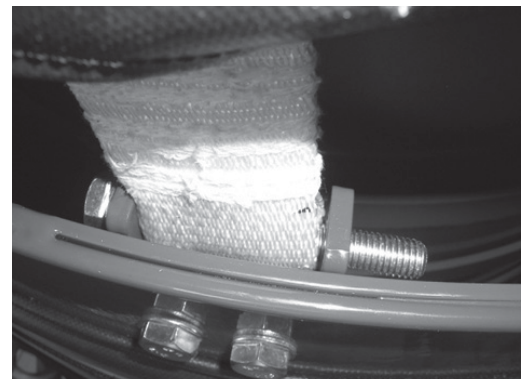

Fig. 10
7) Now insert the M12x90 bolt (pos.6, pag.5) completely into the hole and the slot of the strap so that it comes out through the opposite hole of the tie-rod. (Fig. 10).
7) Den Schraubbolzen M12x90 (Pos. 6 Abb. 5) nun ganz in das Loch und das Gurtlangloch einstecken, bis er auf der gegenüberliegenden Seite des Zugankers austritt. (Abb. 10).
7) Il faut ensuite enfiler entièrement le boulon M12x90 (pos.6, page 5) à l'intérieur du trou et la rainure de la bande jusqu'à le faire sortir par le trou opposé du tirant. (Fig. 10).
7) A questo punto infilare completamente il bullone M12x90 (pos.6, pag.5) all' interno del foro e dell'asola della fascia fino a farlo uscire dal foro opposto del tirante. (Fig. 10).